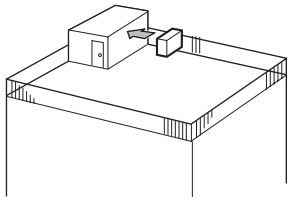

Fig. 2-2
- ① Richten Sie die Luftaustrittsöffnung mit einem Abstand von etwa 50 cm auf die nächstgelegene Wand aus. (Fig. 2-2)